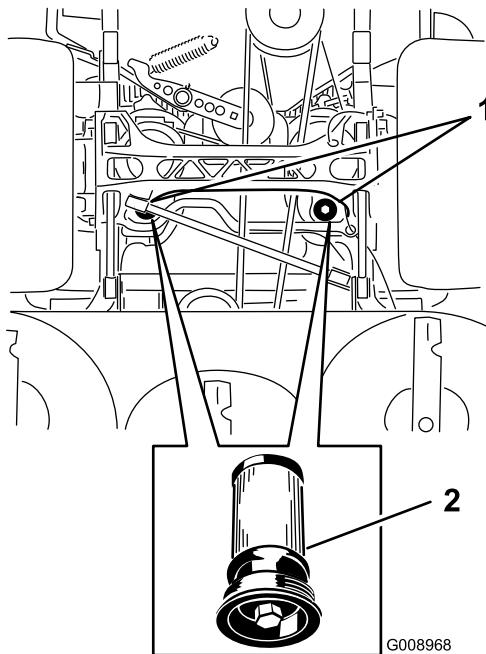

Figure 94
- Placez un bac de vidange sous le filtre, retirez le filtre usagé et essuyez la surface (Figure 94).
- Appliquez une fine couche d'huile hydraulique sur le joint en caoutchouc du filtre de recharge (Figure 94).